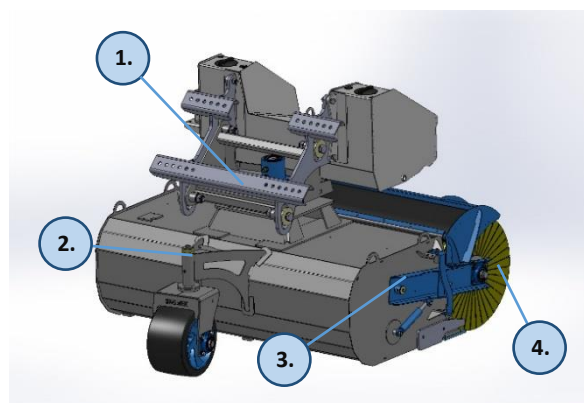

Bild 9
- Smörj samtliga smörjpunkter enligt bilden nedan (bild 9).
På Circulus-sopskopa ska följande objekt smörjas (bild 9):